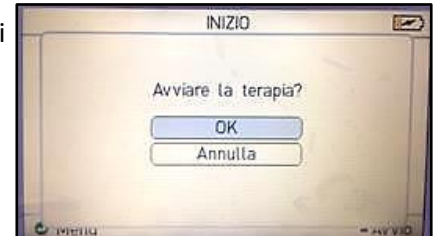

Figura 25. Schermo di dialogo per avviare il trattamento
2. Premete . Appare la casella di dialogo *Avviare la terapia* e il campo OK si evidenzia brillante (v. Figura 25).